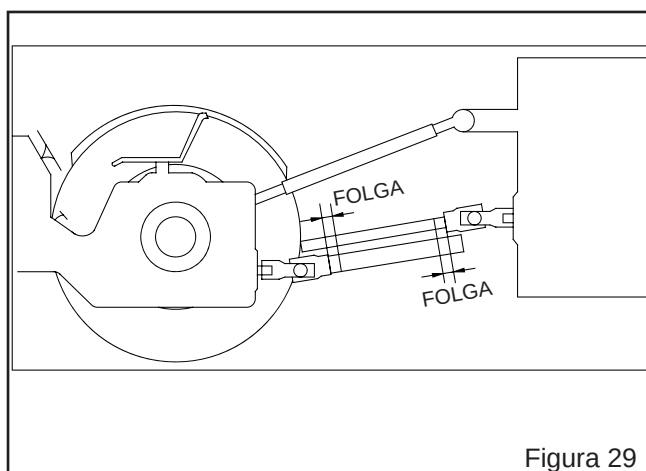

Figura 29
- Coloque as duas partes (macho e fêmea) paralelas (figura 29), marque o excesso das duas partes, observando que os pedaços a serem cortados em ambas as partes devem ser iguais.